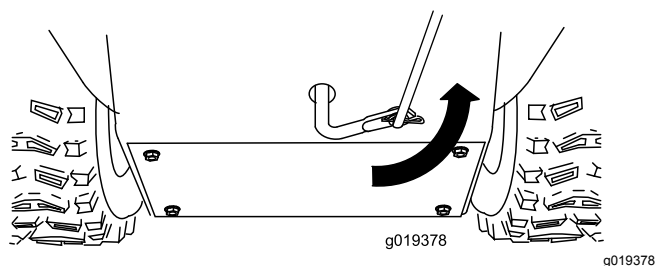

Рисунок 8
5. Поверните нижний рычаг звена полностью вверх (против часовой стрелки), как показано на Рисунок 8.